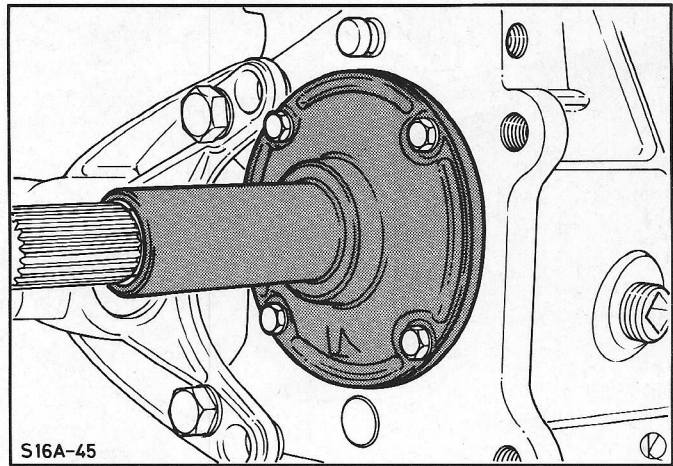

Fig. 4 Geleidehuls van koppelingdrukklager verwijderen.
3. Verwijder de geleidehuls van het koppelingdrukklager, fig. 4.